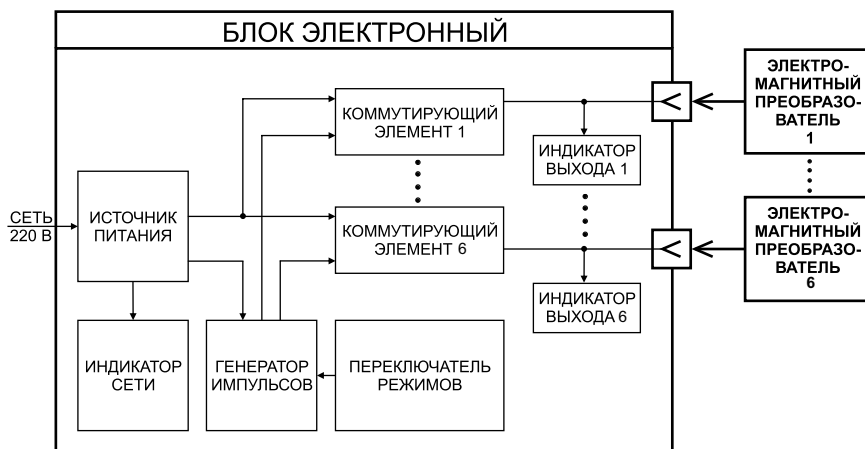

Рис. 1
5.3. Структурная схема прибора изображена на Рис. 1.